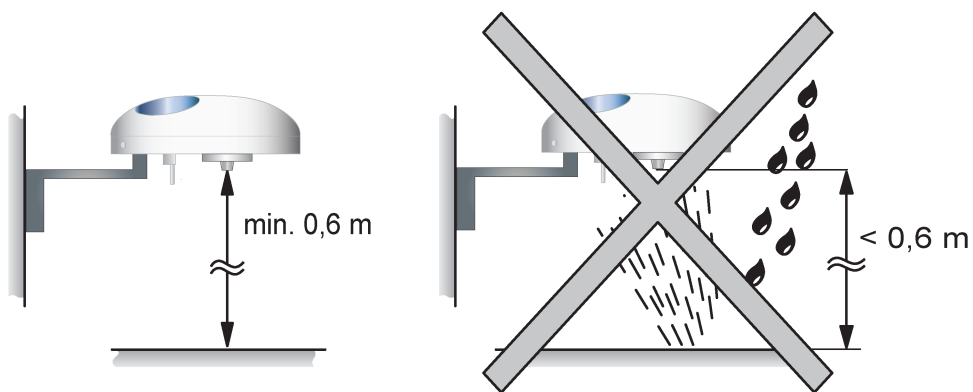

Bild 2: Mindestabstand zu Oberflächen
- Den der Wetterstation beiliegenden Befestigungsarm an einer geeigneten Wand anbringen. Dabei ist zwingend der Mindestabstand zu darunterliegenden Oberflächen (Bild 2) zu beachten.